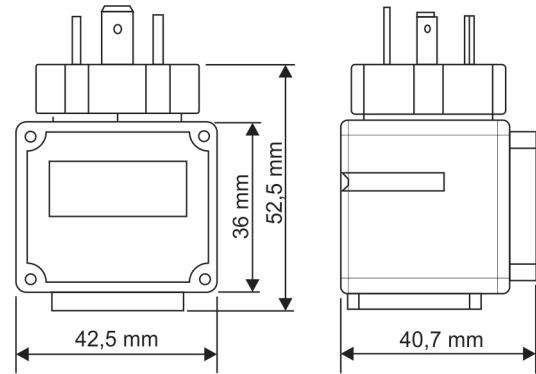

Figura 04 – Dimensões
A **Figura 04** traz informações sobre as dimensões do indicador:
**DIMENSÕES** ..... Ver **Figura 04**